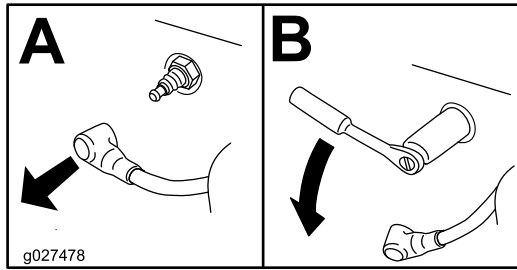

Figura 53
4. Retire la bujía (Figura 53).